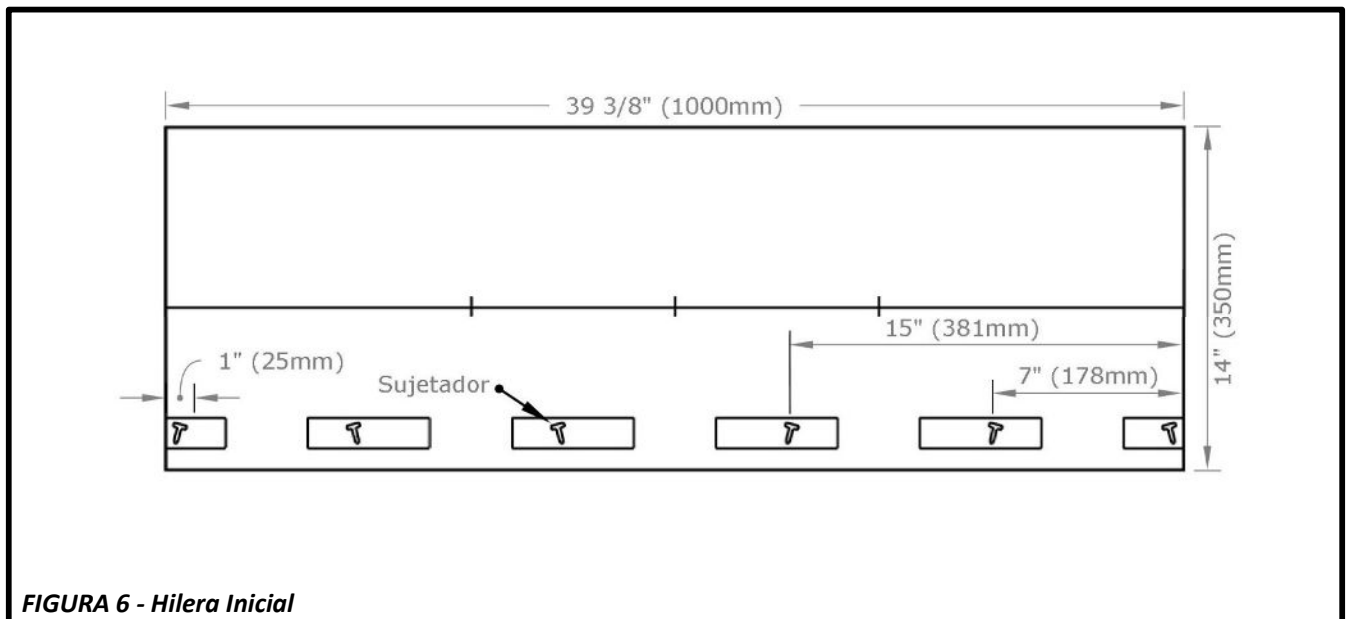

FIGURA 6 - Hilera Inicial
- FWAVE requiere el uso de una teja inicial RE VIA® para asegurar la impermeabilización y la estética adecuadas. Consulte la **Figura 6**.